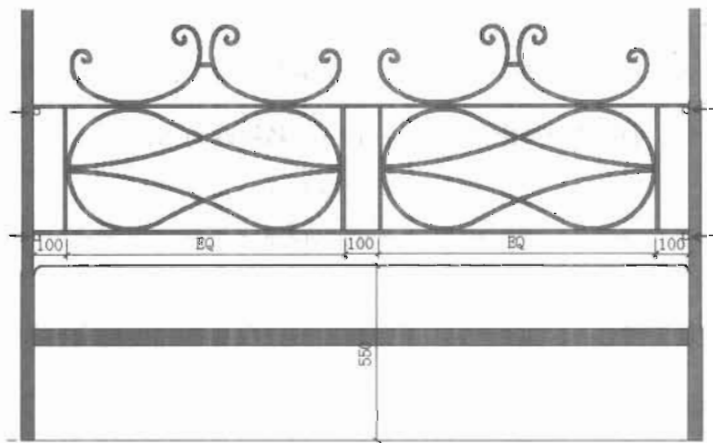

图 5-101
(15) 单击“绘图”工具栏中的“圆”按钮, 使用“切点、切点、半径”的方法绘制 4 个圆，如图 5-101 所示，命令执行过程如下。